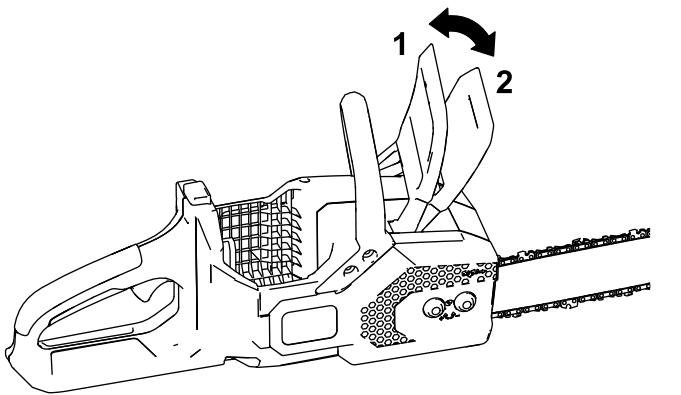

Figura 25
- Engate o travão da corrente movendo-o para a frente para a posição PARAR (Figura 25).
- Desengate o travão da corrente movendo-o para trás para a posição FUNCIONAMENTO (Figura 25).
4. Certifique-se de que o travão da corrente está na posição FUNCIONAMENTO (Figura 25).